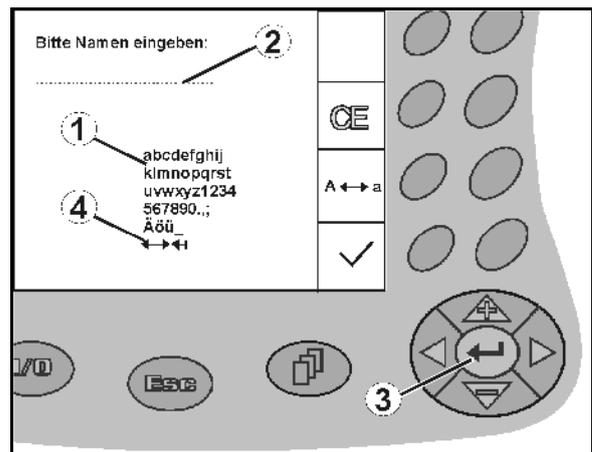

Fig. 13
Si la entrada de texto o cifras en el **AMATRON⁺** es necesaria, aparece el menú de introducción (Fig. 13).
En la parte inferior de la pantalla aparece un campo de selección (Fig. 13/1) con letras, cifras y flechas, con el que se forma la línea de introducción (Fig. 13/2) (texto o cifras).
Selección de letras o cifras en el campo de selección (Fig. 13/3).
-  Aceptar la selección (Fig. 13/3).
Las flechas  en el campo de selección (Fig. 13/4) permite un movimiento en la línea del texto.
La flecha  en el campo de selección (Fig. 13/4) elimina la última entrada.